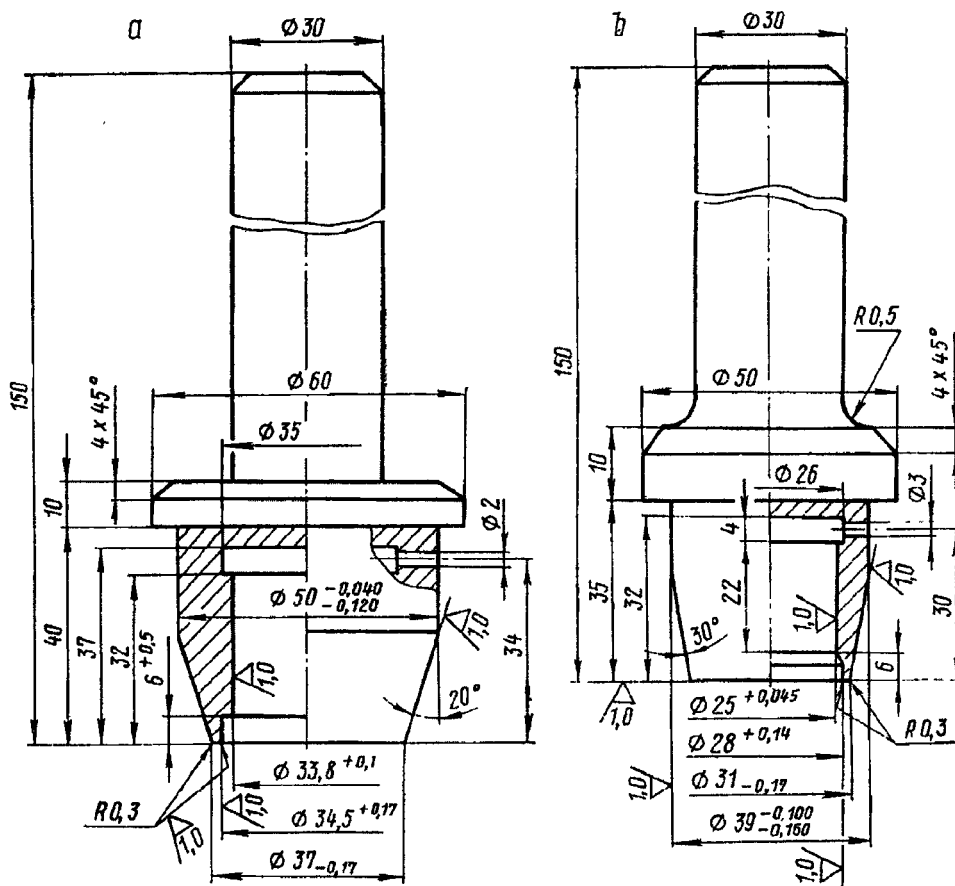

Рис. 199. Оправки для напрессовки торцовых уплотнений на крестовины карданных валов приводов:
13. Установите крестовину 12 ввилку вала 10. Напрессуйте торцовые сальники оправкой (рис. 199)